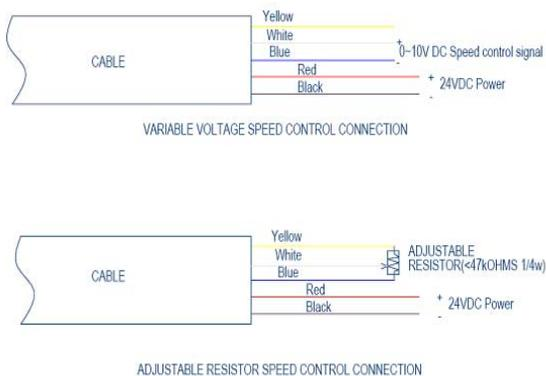

Figure 4 Branchement de régulateur de vitesse réglable
- Branchez le blanc sur le positif, et le bleu sur le négatif (Figure 4).